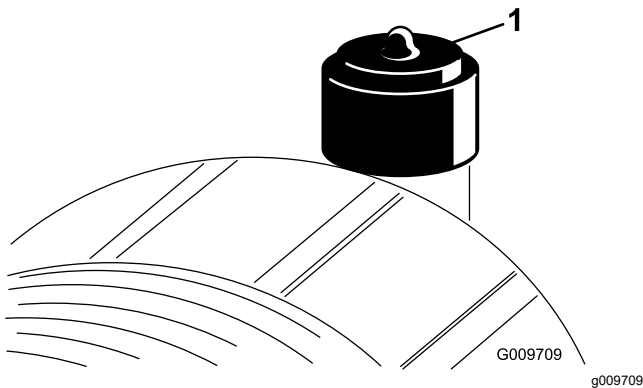

Figura 72
Revise el filtro del limpiador de aire únicamente cuando el indicador de mantenimiento (Figura 72) lo requiera. El cambiar el filtro antes de que sea necesario sólo aumenta la posibilidad de que entre suciedad en el motor al retirar el filtro.
8. Reinicie el indicador (Figura 72) si se ve rojo.